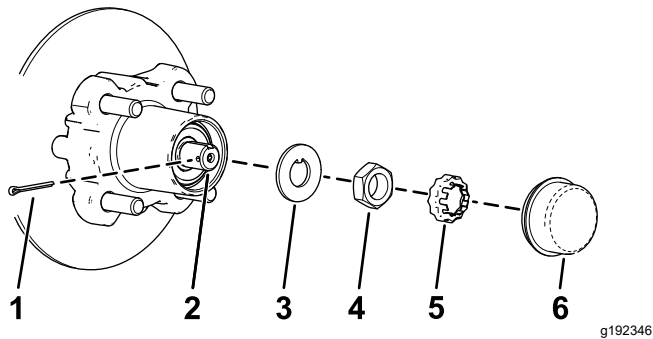

Figura 33
4. Retire el tapón guardapolvo del cubo (Figura 33).
5. Retire la chaveta y el retén del eje/tuerca del eje (Figura 33).
6. Retire la tuerca del eje y separe el conjunto de cubo y rotor del eje (Figura 33 y Figura 34).